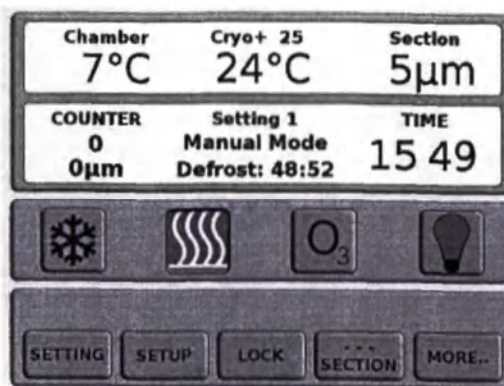

Рисунок 9.2
1. Нажмите кнопку *[Defrost]* (*Разморозка*). На экране отобразится текущее состояние цикла разморозки и время, оставшееся до его завершения (Рисунок 9.2). Цикл ручной разморозки автоматически завершается через 30 минут или по достижении камерой температуры 5 °C.